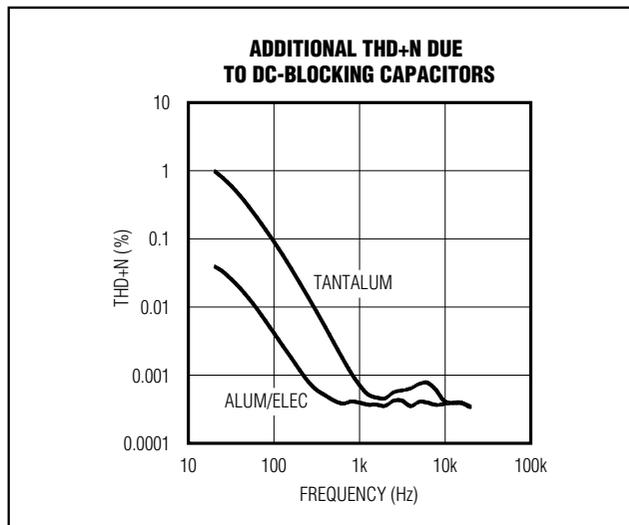

図5. 出力コンデンサがもたらす歪み
2) 出力コンデンサの電圧関数と容量値が変動すると、コンデンサの電圧係数は再生オーディオ信号に歪みをもたらします。コンデンサのリアクタンスは-3dB点以下の周波数で顕著であり、電圧係数は周波数依存の歪みとして出現します。図5に、2種類のコンデンサ誘導体がもたらすTHD+Nを示しています。100Hz以下でTHD+Nが急増していることに注目してください。低周波減衰と周波数依存の歪みが組み合わされると、マルチメディアラップトップや、MP3、CD、DVDプレーヤなど低周波効果を重視するポータブルオーディオ機器でのオーディオ再生が損なわれます。DirectDrive技術によって出力コンデンサを排除すると、以上のコンデンサに関連する欠点も排除されます。